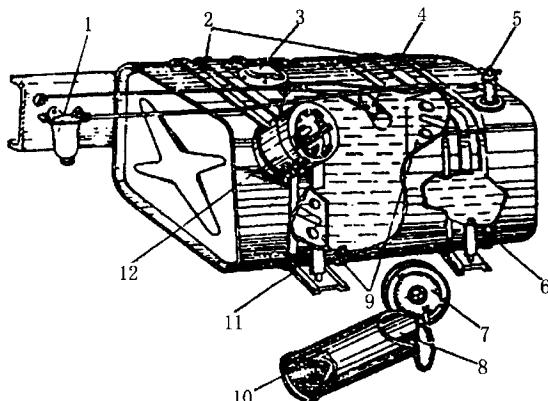

图 1-2 汽油箱
(1) 汽油箱(如图 1-2 所示)外形会因受到碰撞而引起凹陷、凸起和碰伤等变形损伤。